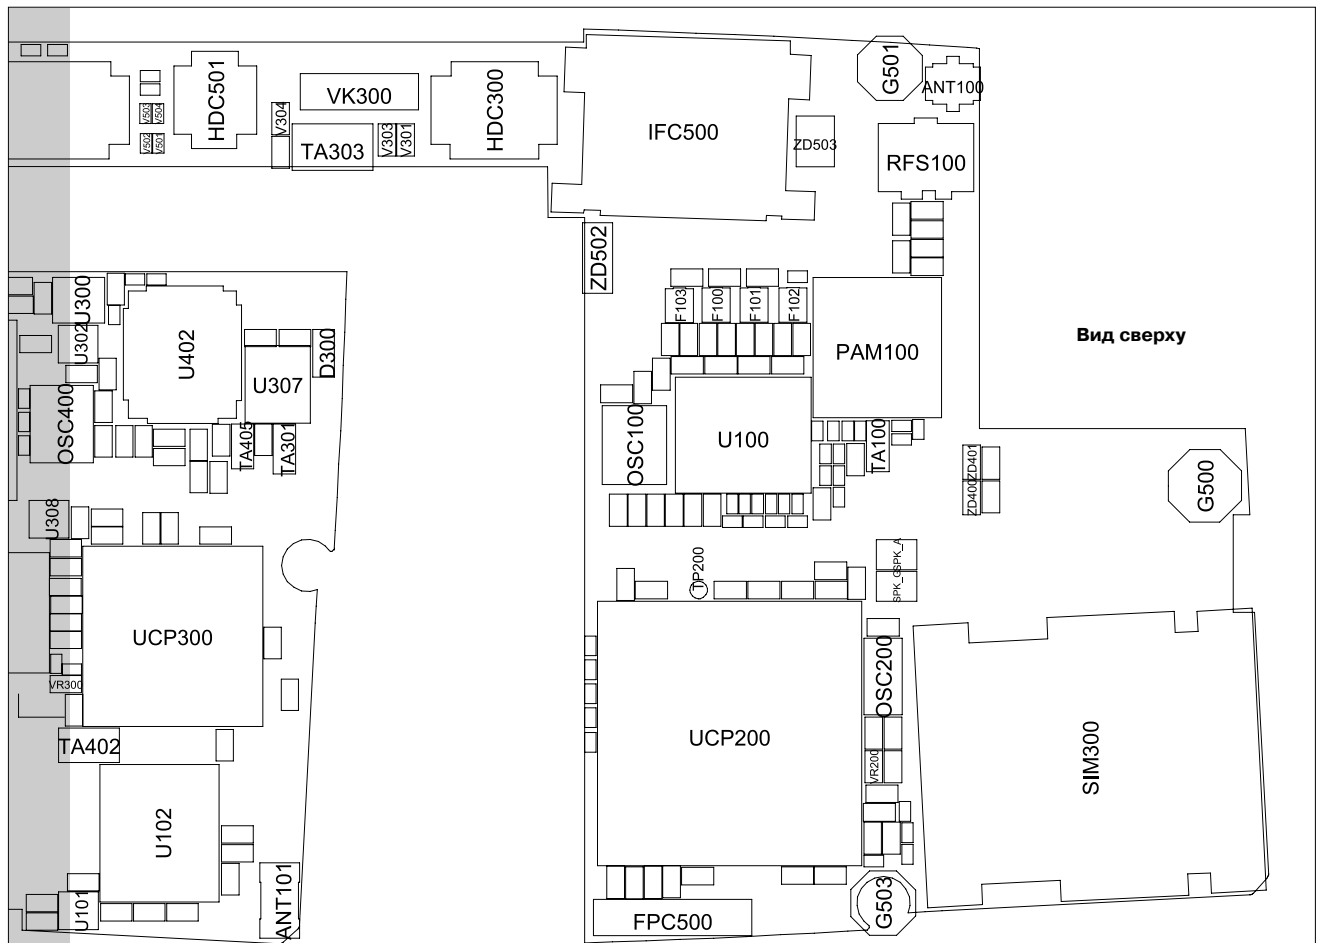

Рис. 9. Электромонтажная схема главной платы. Вид сверху
4. Проверяют усилитель U407 (рис. 9) и элементы входных/выходных цепей динамика: R440, R441, R442, R443, C457, C458, C463, C464, L401, L402.